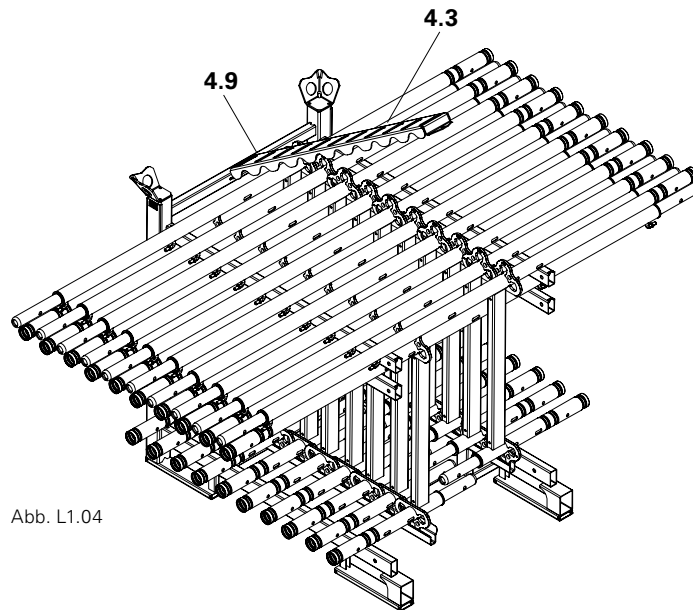

Abb. L1.04
4. Sicherungsleiste in Nut (4.9) einstecken und nach unten klappen. (Abb. L1.04)